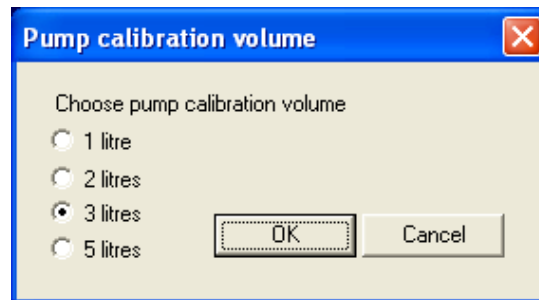

Fig. 7.1. Pojemność pompy kalibracyjnej dialog box
- 2) In the next step, the program asks for the volume of the calibrating pump being used (Fig. 7.1)